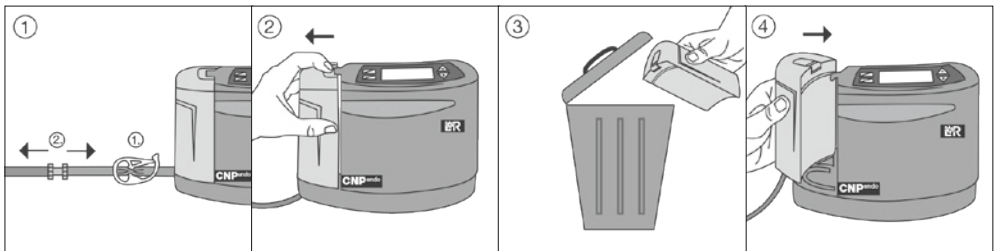

Abb. 4 Behälterwechsel
2. Verschließen Sie den Exsudatbehälterschlauch mittels Schlauchklemme (Abb. 4 [1 – 1]).
4. Lösen Sie den Exsudatbehälterschlauch vom Drainageschlauch (Abb. 4 [1 – 2]).
5. Drücken Sie auf die Verriegelung oben am Einweg-Exsudatbehälter, halten Sie diese gedrückt und ziehen Sie den Einweg-Exsudatbehälter waagrecht von der Therapieeinheit weg (Abb. 4 [2]).
6. Entsorgen Sie den Einweg-Exsudatbehälter und den integrierten Exsudatbehälterschlauch ordnungsgemäß (Abb. 4 [3], s. Kapitel 7.3).
7. Fixieren Sie einen neuen Einweg-Exsudatbehälter an der Therapieeinheit. Achten Sie auf einen festen Sitz des Einweg-Exsudatbehälters an der Therapieeinheit (Abb. 4 [4]).